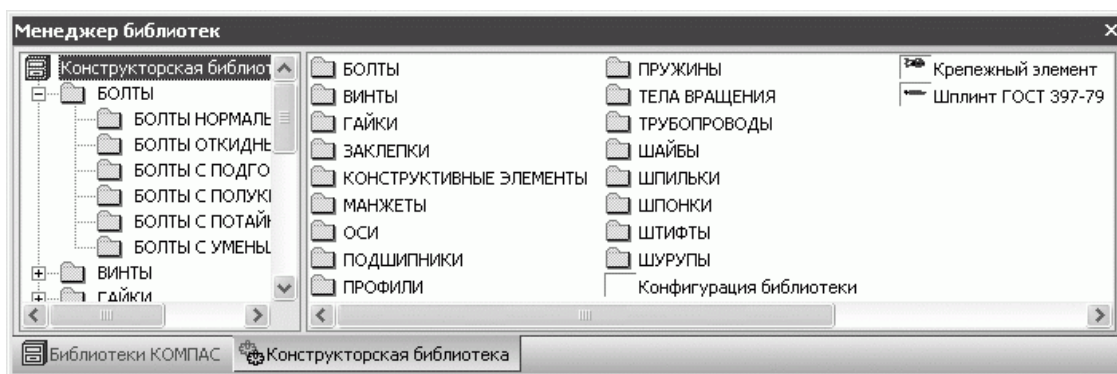
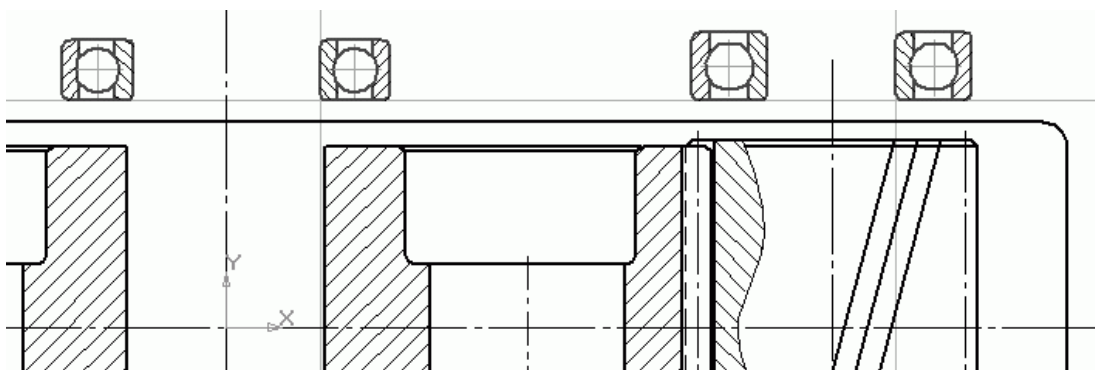

Рис. 2.88. Конструкторская библиотека
Рис. 2.89. Вставка и размещение подшипников
4. Теперь все готово для вставки подшипников. Причем это будет именно вставка! Вам не придется тратить время на то, чтобы искать в справочниках все размеры выбранных подшипников, после чего рисовать их вручную. КОМПАС-График располагает удобными средствами для автоматического размещения подшипников (и других элементов) на чертежах. Вызовите Менеджер библиотек, для чего воспользуйтесь одноименной кнопкой на панели инструментов Стандартная. Слева в окне менеджера щелкните на строке Машиностроение, а в появившемся списке справа дважды щелкните на пункте Конструкторская библиотека (рис. 2.88). Откроются доступные функции, которые содержит выбранная библиотека. Перейдите в раздел ПОДШИПНИКИ > ПОДШИПНИКИ ШАРИКОВЫЕ и дважды щелкните на элементе Подшипники ГОСТ 8338—75. В появившемся окне из раскрывающегося списка Диаметр d выберите диаметр вала для подшипников (напомню, для ведомого вала – 80 мм, для ведущего – 55 мм). Чтобы определить серию подшипника, выберите из списка Диаметр D внешний диаметр (для ведомого вала и легкой серии – 140 мм, для ведущего вала и средней серии – 120 мм). По очереди разместите по одному подшипнику на каждом валу, фиксируя их в точке пересечения оси вала с вспомогательной линией, ограничивающей маслоудерживающие кольца. После вставки изображения подшипников чертеж должен выглядеть как на рис. 2.89.